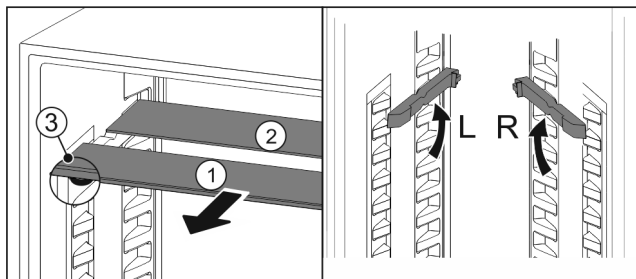

Fig. 176
- Skleněné desky jednotlivě vytáhněte dopředu Fig. 176 (1).
- Skleněná deska Fig. 176 (1) s ozdobnou lištou leží vpředu.
- Zarážky Fig. 176 (3) směřují dolů.